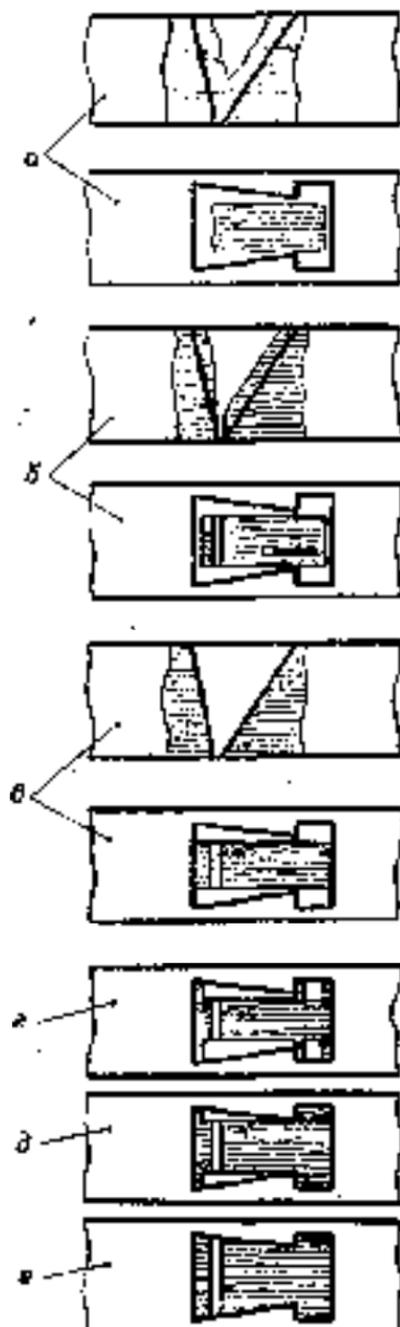

Рис. 71. Выполнение гнезда в колодке рубанком.
8. Сделать леток. Выдолбить гнездо под углом в верхней части колодки (рис. 71, а), отступив от линий и рисок разметки внутрь на 2—3 мм. Глубина летка равна примерно $\frac{2}{3}$ тол-
шины колодки. Выдолбить под прямым углом роток (рис. 71, б и 72). Перед работой можно просверлять отверстия. Долбить надо широкой стамеской, а узкой удалять подрезанный материал. Обработать торцы гнезда, срезать оставшийся материал до линий разметки (рис. 71, в). Снимать следует тонкую стружку инструментами различной ширины, соблюдая осторожность, чтобы не испортить заготовку. Обработав торцы, выполнять шесть пропилов внутри гнезда (рис. 71, г): два в плоскости постели, два для клина и два для вылета стружки. Срезать подрезанный материал узкой стамеской или долотом (рис. 71, д, е) — получают щечки и шпечки. Все